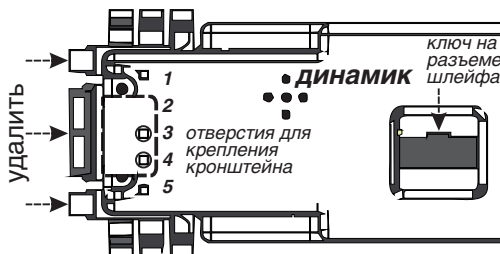

Рис. 3.17
11. Устанавливаются кронштейны, как показано на рисунке 3.18. Прикладываем согнутый кронштейн короткой стороной к задней панели прибора. При этом фигурный вырез кронштейна должен быть обращен в сторону динамика. Рис. 3.17 и рис. 3.18.
12. На задней панели с боковых сторон находится по пять отверстий. Прикручиваем кронштейн саморезами, в отверстия "3" и "4", рис. 3.17. Таким же образом прикручиваем второй кронштейн с другой стороны. Рис. 3.18.